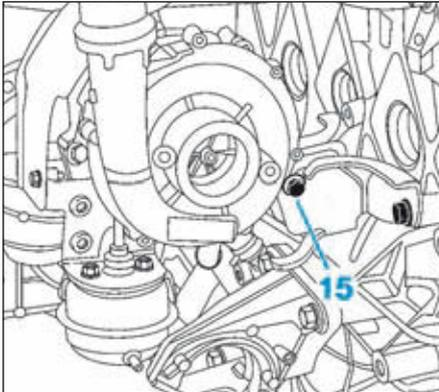

FIG.54
- la vis de fixation (15) du turbocompresseur (Fig.54),